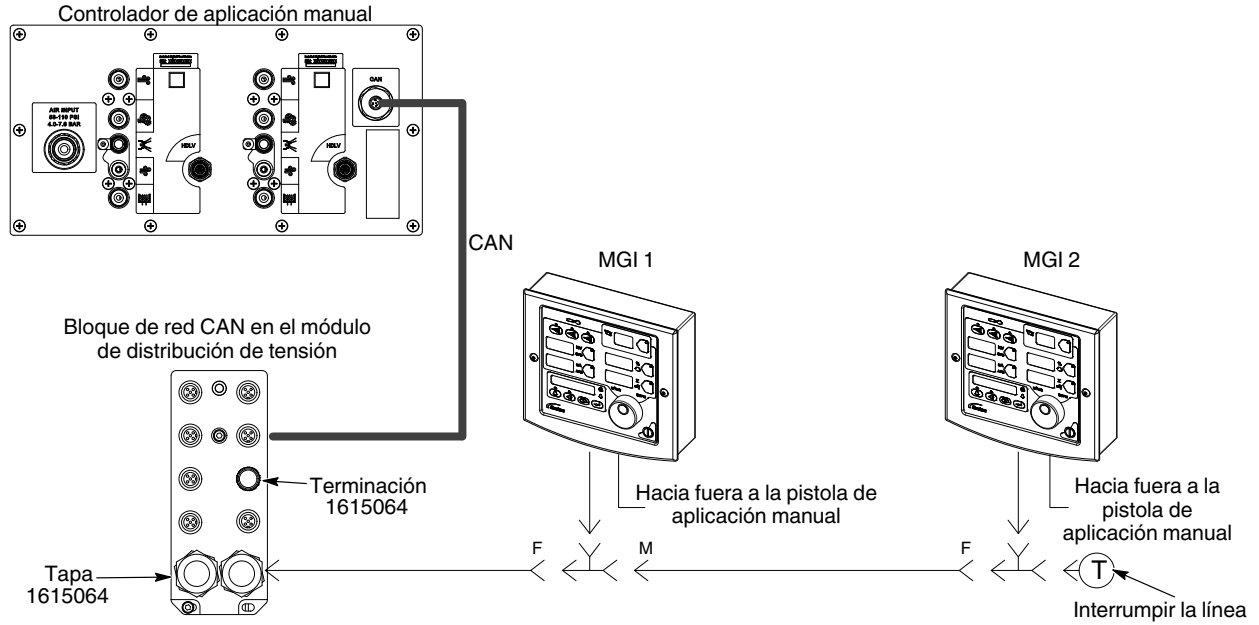

Figura 10-3 Conexiones MGI para los módulos de la pistola de aplicación manual
7. **Solo pistola de aplicación manual** - Ver la figura 10-3. Conectar MGI al módulo de distribución de tensión.